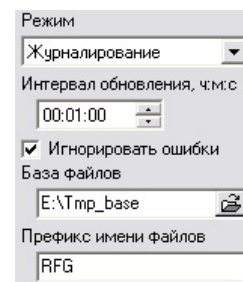

Рис. 4.19 Параметры режима журналирования
- *Режим журналирования* - позволяет (Рис. 4.19) периодически производить измерения и сохранять полученные файлы на дисковом устройстве. Имена сохраняемых файлов формируются из префикса, порядкового номера и расширения .xtdr (например RFG\_0.xtdr, RFG\_1.xtdr, RFG\_2.xtdr и т. д.). Каталог в котором сохраняются все рефлектограммы задаётся в поле "База файлов" (строго говоря он является одним из подкаталогов указанной базы файлов). Поле для ввода